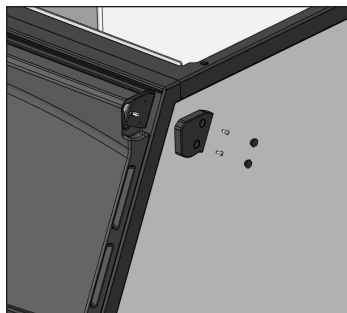

Figure 1. Vue éclatée du capuchon d'extrémité de support de porte, des vis et des cache-vis.
1. Déposez les capuchons d'extrémité du support de porte. Voir Fig. 1.